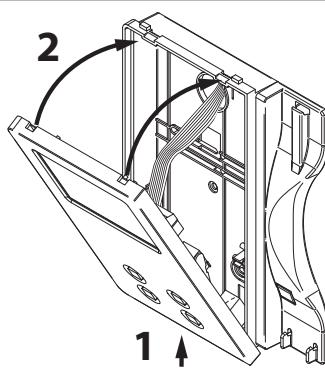

Fig. 8
- Una volta testato l'impianto ed effettuate le necessarie regolazioni, scollegare la cornetta dal coperchio e procedere alla chiusura del videocitofono come mostrato in **Fig. 8**: agganciarlo prima nella parte inferiore quindi nella parte superiore fino allo scatto dell'incastro.